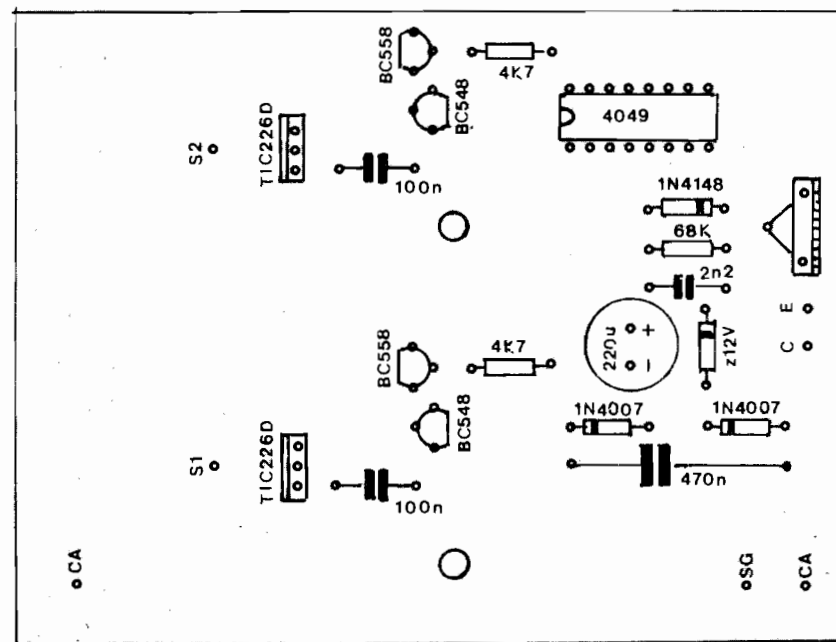

Fig.4
- FIG. 4 - “CHAPEADO” DA MONTAGEM - A face não cobreada da placa específica, já com todas as peças posicionadas, identificadas pelos códigos, valores, polaridades e outras características, dentro da estilização normalmente adotada por APE... **Muita atenção** à inserção dos componentes polarizados, quais sejam: os dois